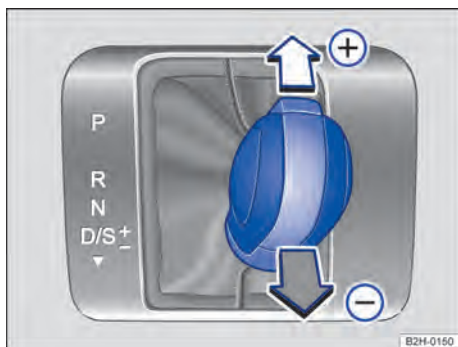

Fig. 106 Alavanca seletora na posição Tiptronic (veículos com direção à esquerda). Veículos com direção à direita são espelhados.
2. Mover a alavanca seletora para frente (+) ou para trás (-) para aumentar ou diminuir a marcha → Fig. 106.